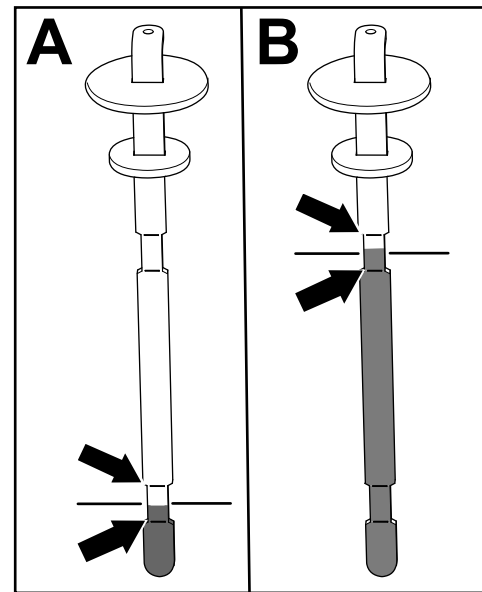

Figura 84
5. Retire a vareta e verifique o nível de fluido (Figura 84).
- **Se tiver uma unidade de corte equipada:** o nível do fluido hidráulico encontra-se no nível adequado quando o fluido se encontra entre as 2 marcas inferiores na vareta (A em Figura 84). Também é aceitável que o nível do fluido esteja acima das marcas inferiores.
- **Se tiver um Kit de tubo de acessório hidráulico equipado:** o nível do fluido hidráulico encontra-se no nível adequado quando o fluido se encontra entre as 2 marcas superiores na vareta (B em Figura 84).